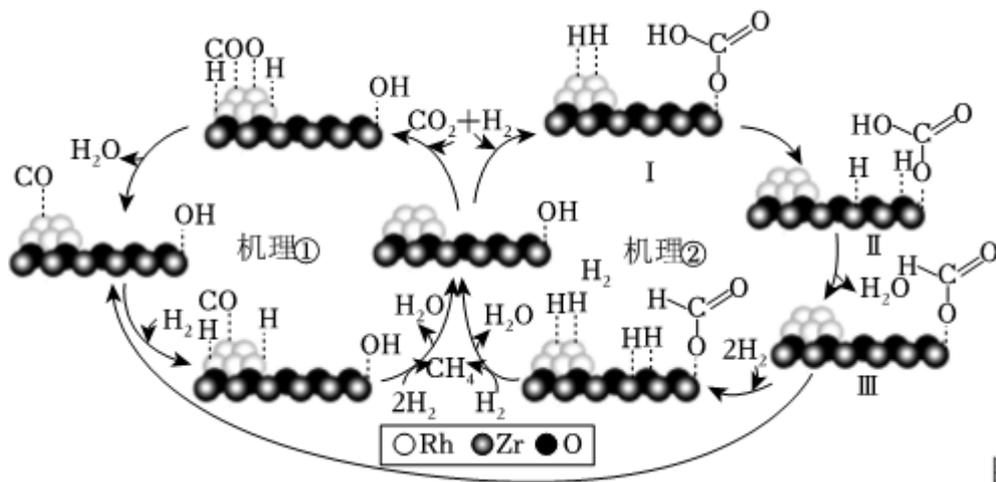

图2
①微生物电解池实现  $\text{CO}_2$  甲烷化的阴极电极反应式为 \_\_\_\_\_。
②如果处理有机物  $[(\text{CH}_2\text{O})_n]$  产生标准状况下  $112\text{m}^3$  的  $\text{CH}_4$ , 则理论上导线中通过的电子的物质的量为 \_\_\_\_\_。
(3) 经过百余年的探索研究, 目前对  $\text{CO}_2$  甲烷化的反应路径和机制仍存在许多争议。  $\text{ZrO}_2$  负载金属 Rh 催化  $\text{CO}_2$  甲烷化可能存在的两种反应机理如图 2 所示。